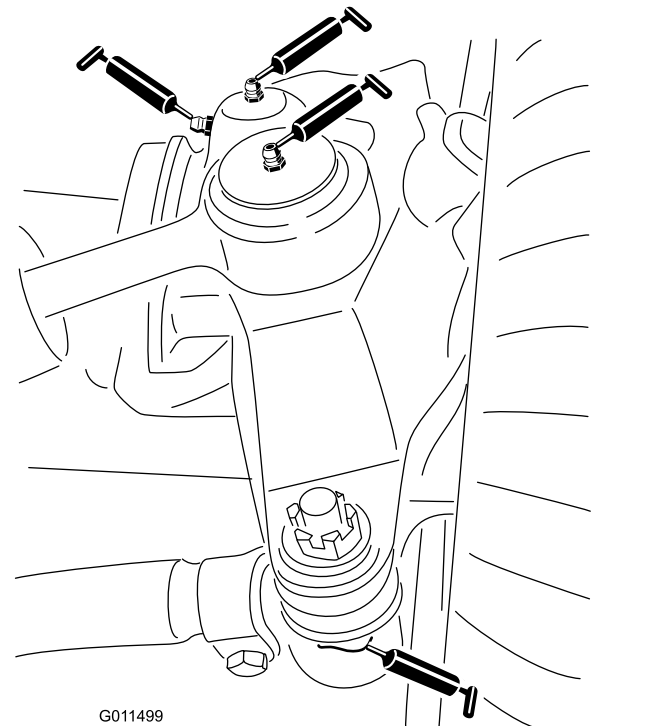

Figura 79
- 2 giunti a sfera del cilindro di sterzata (Figura 79)
- 2 giunti a sfera del tirante (Figura 79)
- 2 boccole del perno del fuso a snodo (Figura 79).